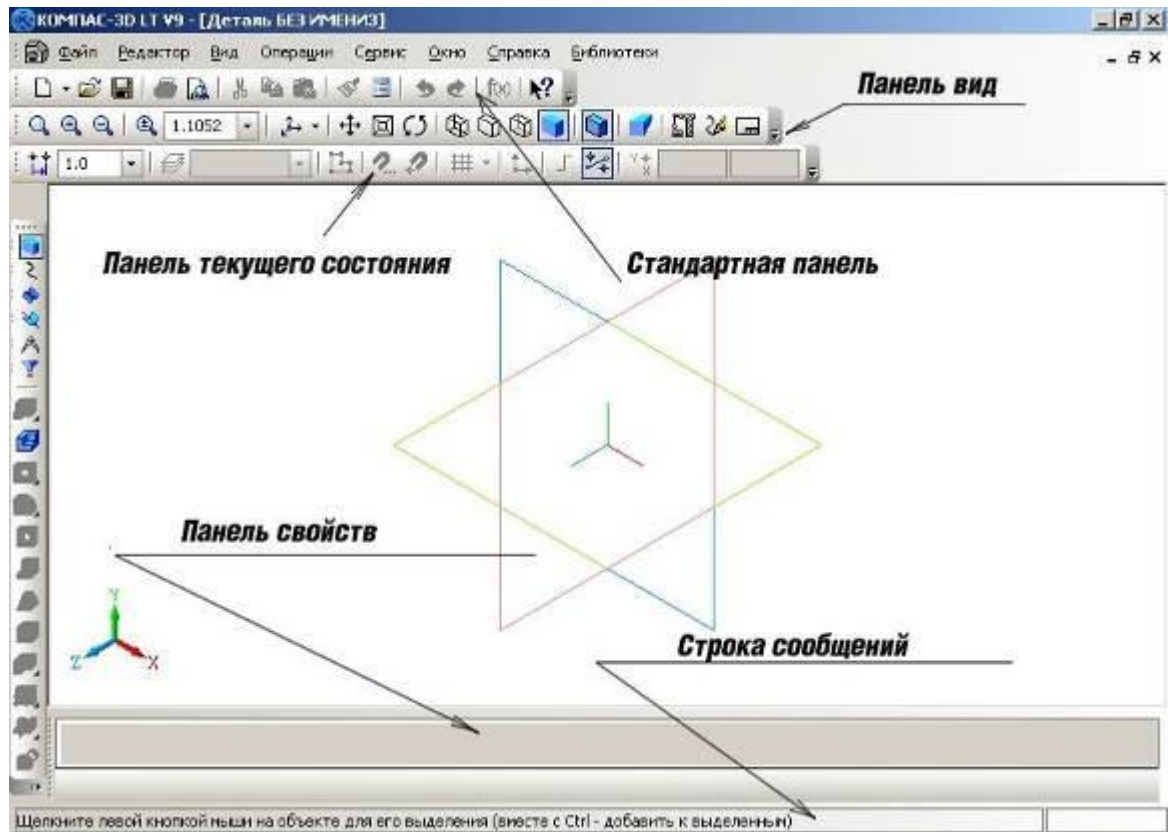

Рис. 1
- В диалоговом окне выберите тип документа **Деталь** и нажмите кнопку **ОК**. Перед Вами раскроется окно новой детали с **рабочим** полем, деревом построения детали и дополнительные панели. Заголовок программного окна расположен в самой верхней его части. В нем отражаются – название и номер версии программы, тип открытого документа, имя документа. **Главное меню** расположено сразу под **Заголовком**. Оно позволяет вызывать команды, сгруппированные по различным функциям в пунктах меню. На **Рис.1** представлены элементы интерфейса программы.